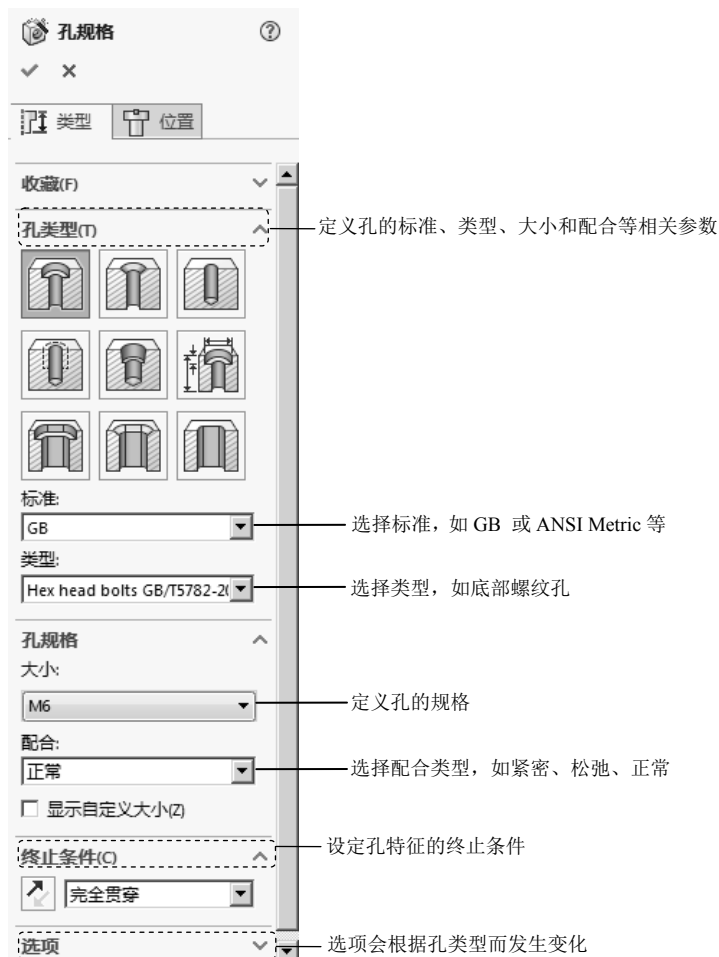

图 5.10.6 “孔规格”对话框
Step2. 选择命令。选择 **插入(I)** → **特征(F)** → **孔向导(W)...** 命令，系统弹出如图 5.10.6 所示的“孔规格”对话框。
(1) 定义孔的规格。在图 5.10.6 所示的“孔规格”对话框中单击  类型 选项卡，选择孔类型为 （柱形沉头孔），标准为 **GB**，类型为 **Hex head bolts GB/T5782-2000**，大小为 **M6**，配合为 **正常**。
(2) 定义孔的终止条件。在“孔规格”对话框的 **终止条件(C)** 下拉列表中选择 **完全贯穿** 选项。